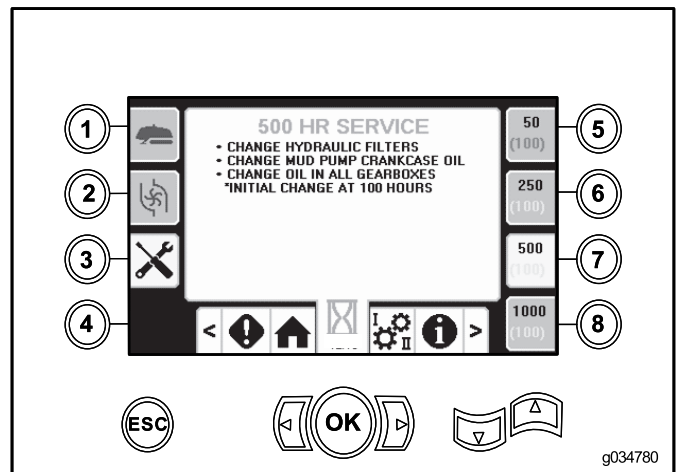

Figura 45
- Botão 7 – calendário de manutenção de 500 horas (Figura 45)